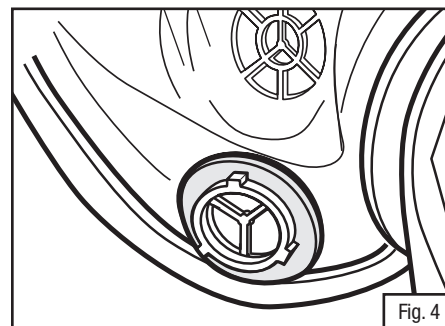

Fig. 4
2. Installer les joints d'étanchéité neufs sur les raccords à baïonnette de l'orifice d'inhalation du masque. S'assurer de la bonne mise en place des joints d'étanchéité sous les trois pattes de chaque orifice d'inhalation à fixation par baïonnette (Fig. 4).